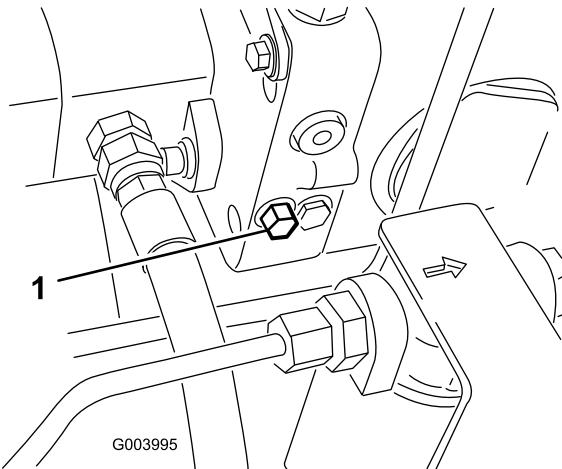

Figura 41
1. Fate ruotare di un giro e mezzo il bullone della valvola di bypass per aprire e lasciare bypassare l'olio all'interno (Figura 41).